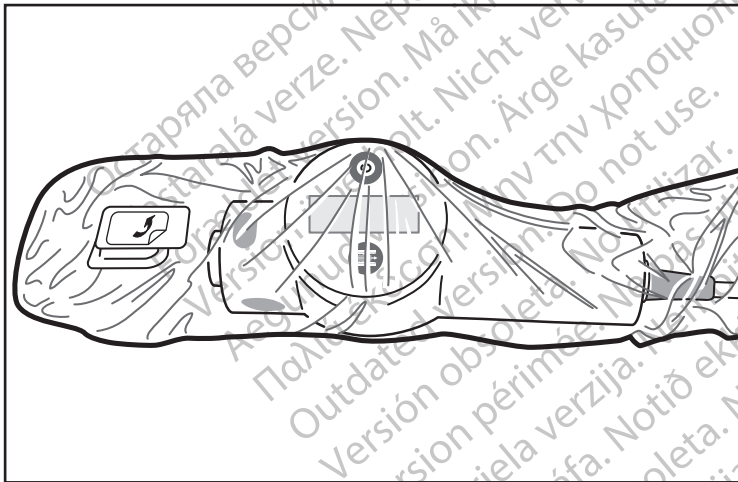

Abbildung 6. Positionieren des Beutels
- Um den Beutel zu positionieren, wird die MDU5 PLUS Motorantriebseinheit nur so weit in den Beutel vorgeschoben, bis sie fest anliegt. Die sterile Person muss die MDU5 PLUS Motorantriebseinheit nicht ganz bis zur Frontplatte am Beutel vorschieben. Es ist normal, dass zwischen dem vorderen Ende der MDU5 PLUS Motorantriebseinheit und der Frontplatte am Beutel etwas Platz verbleibt (Abbildung 6).